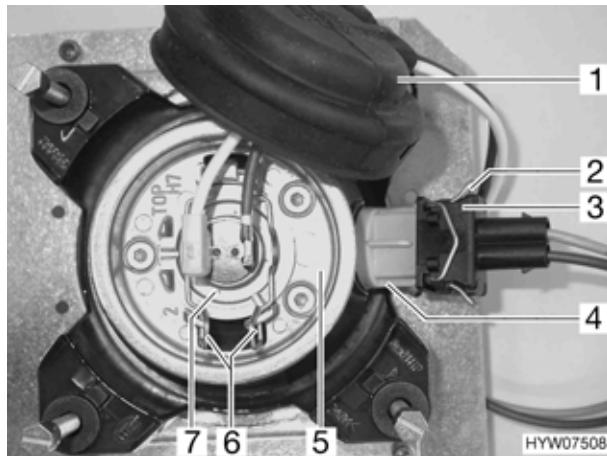

Fig. 108 Abbagliante/luce di posizione
- Togliere il copripolvere di gomma (Fig. 108,1) dall'involucro (Fig. 108,5).
- Stringere le staffe di metallo (Fig. 108,6) ed estrarre dai supporto.
- Estrarre dall'involucro la lampada ad incandescenza (Fig. 108,7) con il cavo.
- Stringere la graffa di metallo (Fig. 108,2) alla spina del cavo (Fig. 108,3) e estrarre la spina.
- Girare in parte l'involucro (Fig. 108,4) in senso antiorario.